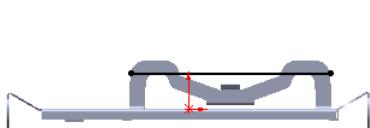
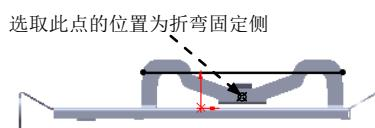

图 6.68 绘制的折弯线
图 6.69 固定侧的位置
② 定义折弯线草图。在草图环境中绘制图 6.68 所示的折弯线。
③ 选择下拉菜单 **插入(I)** → **退出草图** 命令，退出草图环境，此时系统弹出“绘制的折弯”对话框。
(3) 定义折弯固定侧。在图 6.69 所示的位置处单击，确定折弯固定侧。
(4) 定义钣金参数属性。在 **折弯参数(P)** 区域的 **文本框** 中输入折弯角度 90.0，在 **折弯位置:** 区域中单击“折弯中心线”按钮  。
(5) 单击  按钮，完成绘制的折弯 7 的创建。